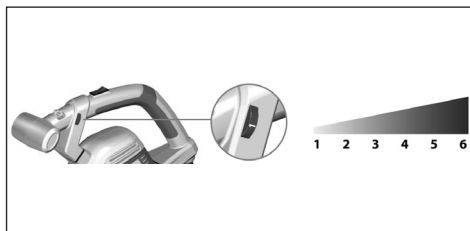

Рис. 12
- Для регулировки оборотов двигателя используйте специальный переключатель (Рис. 12).